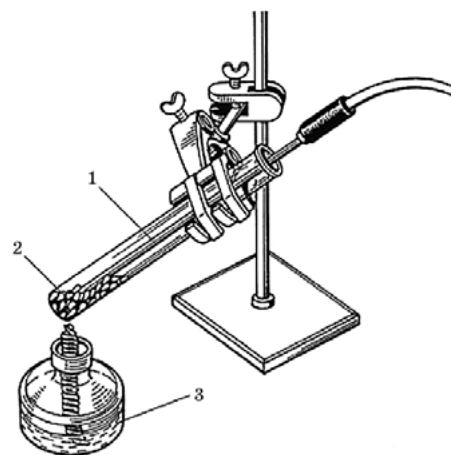

Рис. 5. Прибор для определения температуры плавления: 1 — термопарный датчик; 2 — гранулы исследуемого металла; 3 — спиртовка
1. В пробирку поместите гранулы металла (олово или свинец) на 2—2,5 см по высоте. Закрепите пробирку в лапке штатива. Закрепите термопарный датчик так, чтобы его кончик доходил почти до дна пробирки, но не касался ни его, ни стенок (рис. 5).